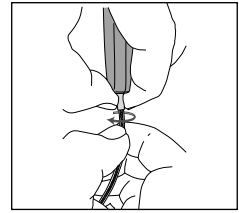

Fig. 7
6. Draai de teflon buitenkabel los van de wartel aan de onderzijde van de satelliet. Neem hiervoor de wartel in de ene hand tussen duim en wijsvinger en de teflon buitenkabel in de andere hand tussen duim en wijsvinger en draai de buitenkabel (linksom) van de wartel los (**zie fig. 7**). Trek nu ook de binnenkabel door de wartel mee naar buiten.